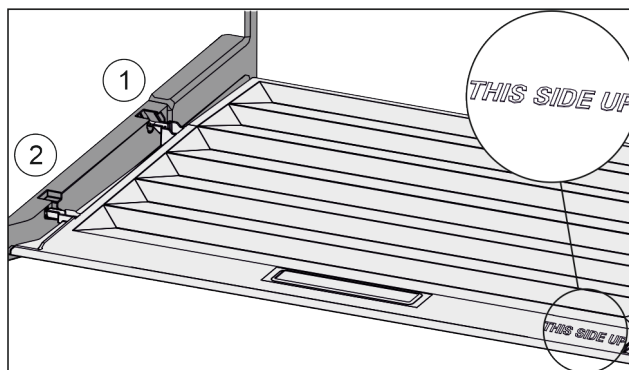

Fig. 59
- ▶ Sätt in lockbygeln över öppningen för den bakre hållaren Fig. 59 (1) och fäst den framtill i hållaren Fig. 59 (2).